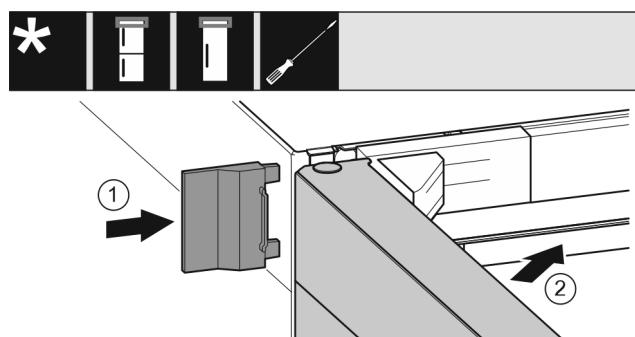

Fig. 19
- Надвиньте внешнюю крышку. Fig. 19 (1)
- Закройте верхнюю дверь. Fig. 19 (2)